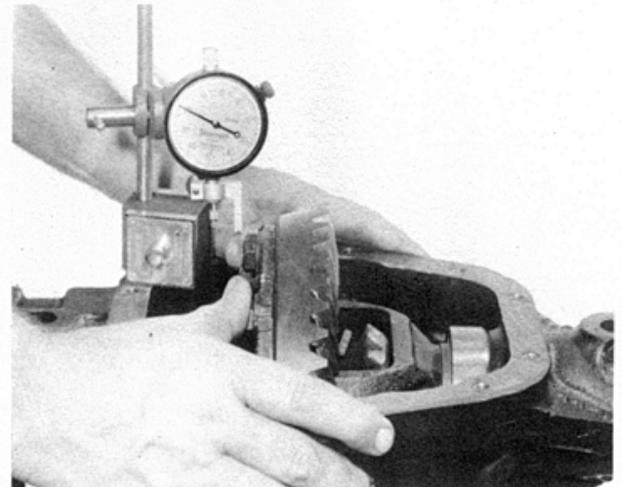

Fig. 28 - Verificação dos calços necessários.
- Fazer o procedimento contrário ao item anterior forçando o conjunto do diferencial e tanto quanto possível em direção oposta e do indicador (Fig. 28). Repetir esse procedimento até que a leitura inicial (a do item anterior) seja obtida. Anotar a leitura do indicador. Este será o total de calços (menos a pré-carga) requeridos e deve ser calculado depois, durante a montagem. Após certificar-se de que a leitura está correta, remover o relógio comparador e o conjunto do diferencial da carcaça. Não retirar os mancais do diferencial de sua sede na caixa, nesta ocasião.